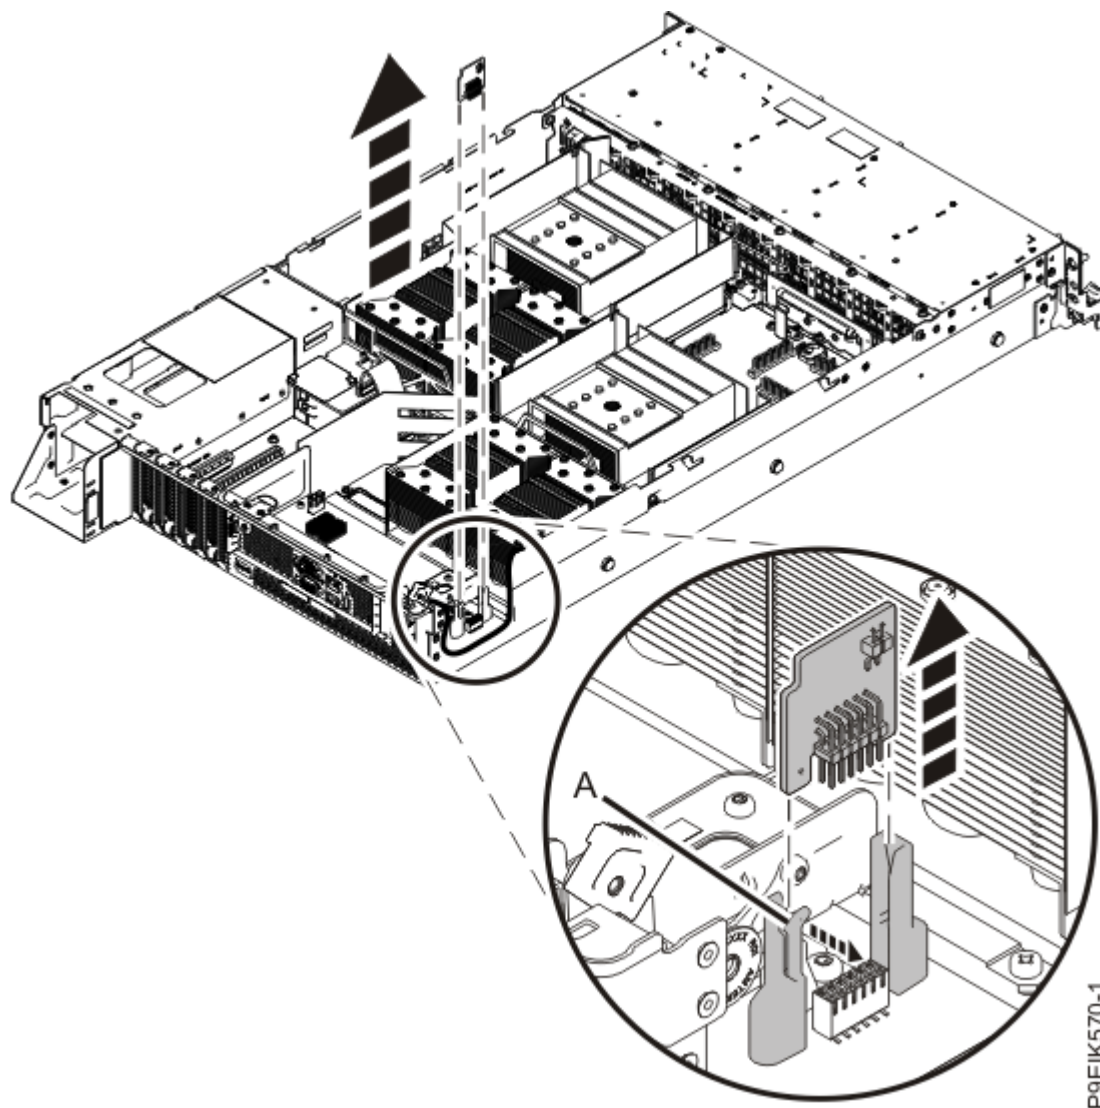

Figura 165. Extracción del módulo de plataforma fiable
2. Tire de la palanca **(A)** para liberar el módulo de plataforma fiable (TPM) y levántelo recto sacándolo de la placa posterior del sistema, tal como se muestra en la Figura 165 en la página 183.